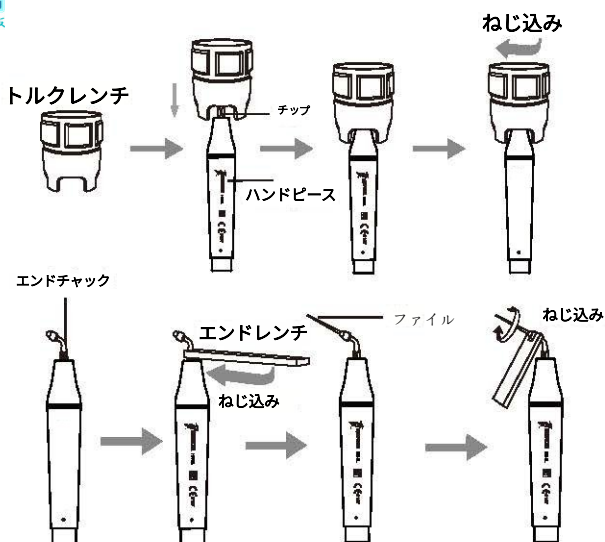

図5
1.4.5 レンチを使用してチップとエンドチャックを取り付ける手順の概略図を図5に示します。
e) 必要に応じて適切なスケーリングチップを選び、トルクレンチを使用してハンドピースにしっかりとねじ込み (図5)、ハンドピースとケーブルのコネクタを正しく接続してください。
2.1.3 トルクレンチの取扱説明（図5 参照）
① スケーリングチップをトルクレンチに取り付け、図5に示すように操作してください。
② チップの取り付け：ハンドピースを保持し、トルクレンチを使って図5に示す方向へチップを回します。チップが動かなくなったら、さらに2回転回すと、チップの取り付けが完了します。
③ チップの取り外し：ハンドピースを保持し、レンチを反時計回りに回します。
④ 治療のたびに、滅菌器で滅菌してください。
⑤ 次回使用時の火傷を防ぐため、滅菌後はトルクレンチを自然冷却させてください。
⑥ トルクレンチは、涼しく乾燥した風通しの良い場所に保管し、清潔に保ってください。
振動により、先端が緩んでいます。	チップをしっかりとねじ込んでください（図5に示すように）しっかりとねじ込んでください。